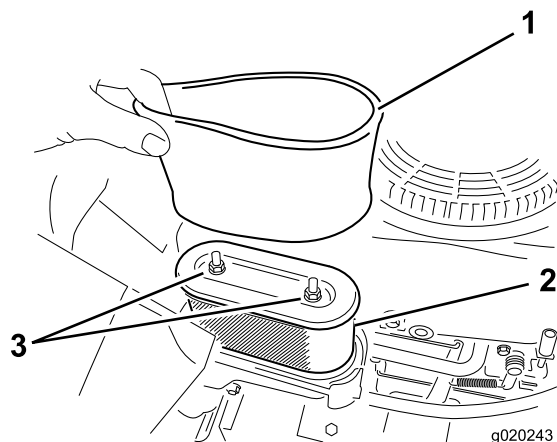

Figura 27
5. Rimuovete con cautela gli elementi del filtro in schiuma sintetica e di carta dal vano del filtro dell'aria (Figura 27).